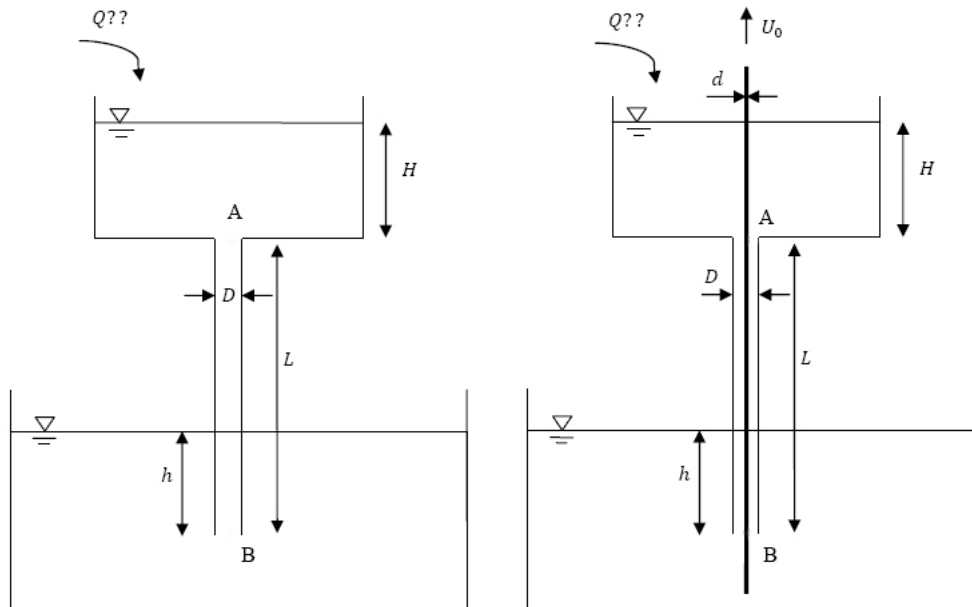

Figura 1: Esquema 1 (izquierda) y Esquema 2 (derecha).
- Determinar el gradiente de presión motriz entre los sistemas A y B en la tubería, de acuerdo a la Figura 1 (esquema 1).
- Considere ahora que se coloca un cable de diámetro d en el eje longitudinal de la tubería tal como se muestra en la Figura 1 (esquema 2). Si el cable es tirado hacia arriba con velocidad constante U_0 , determinar el nuevo caudal Q que debe agregarse al estanque superior para que el nivel de concentrado en dicho estanque permanezca constante. Suponga que la longitud del cable es mucho mayor que el largo de la tubería de modo que se alcanza régimen permanente en la operación.